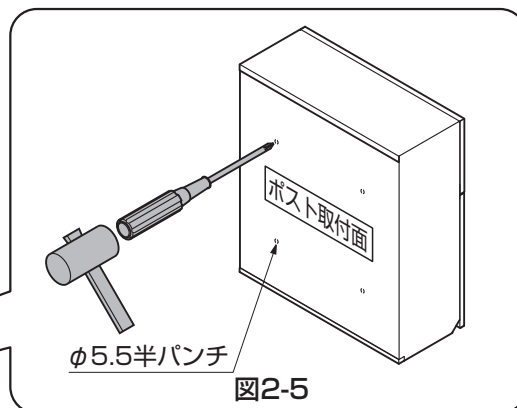

図2-5
- ①ポスト取付金具を枕木材に【1-1】、【1-2】で取付けてください。（上下2個）
- ②ポスト取付面に加工されている半パンチ位置にプラスドライバーを当て、ハンマーでたたき穴をあけてください。（図2-5参照）